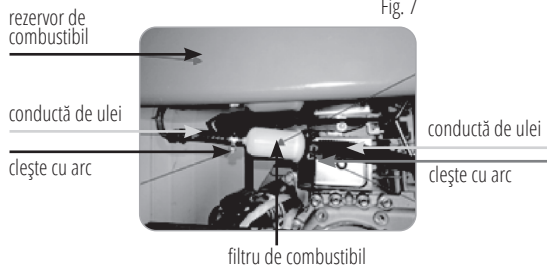

Fig. 7
3. Așezați recipientul curat sub filtrul de combustibil, scoateți filtrul și înlocuiți-l cu unul nou (fig. 7).